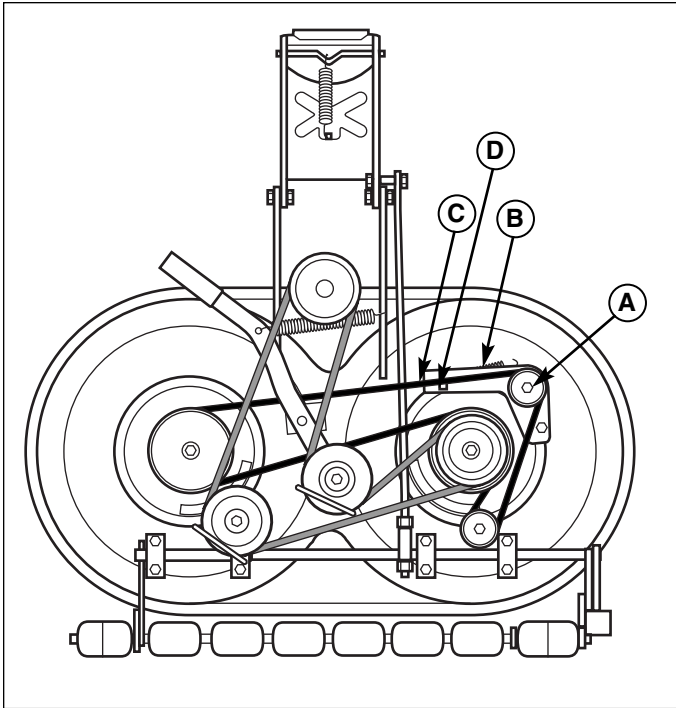
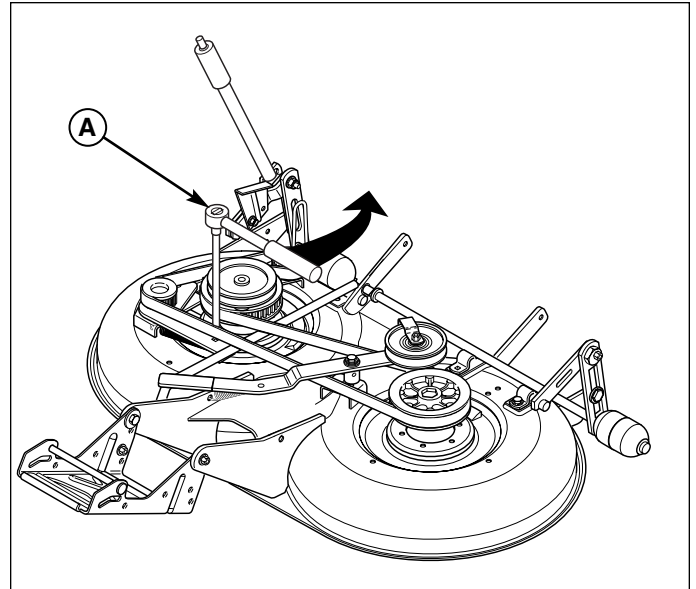
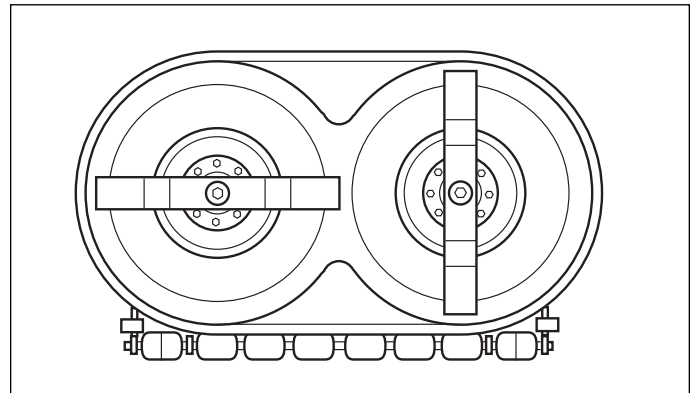

Figure 52. Tondeuse pour broyage (caches de courroie déposés)
Figure 53. Relâcher la tension de la courroie dentée A. Clé à cliquet de 3/8" et rallonge
Figure 54. Synchronisation des lames de tondeuse
3. Desserrer la vis à tête du tendeur (A, figure 52).
4. A l'aide d'un clé à cliquet (A, figure 53), insérer l'extrémité de la rallonge dans le trou carré (D, figure 52) et déplacer le tendeur (B, figure 52) pour relâcher la tension de la courroie (C).
5. Retirer la courroie (C).
6. Installer une nouvelle courroie (C) sur les poulies comme l'indique le schéma. Relâcher le tendeur (A) pour permettre au ressort de tendre automatiquement la courroie dentée.
7. Serrer la vis à tête du tendeur (A). Remettre les caches de courroie en place.
8. Vérifier que les lames sont positionnées perpendiculaires l'une à l'autre (voir figure 54). Si ce n'est pas le cas, effectuer la procédure de synchronisation des lames de tondeuse figurant dans la section « Entretien périodique ».